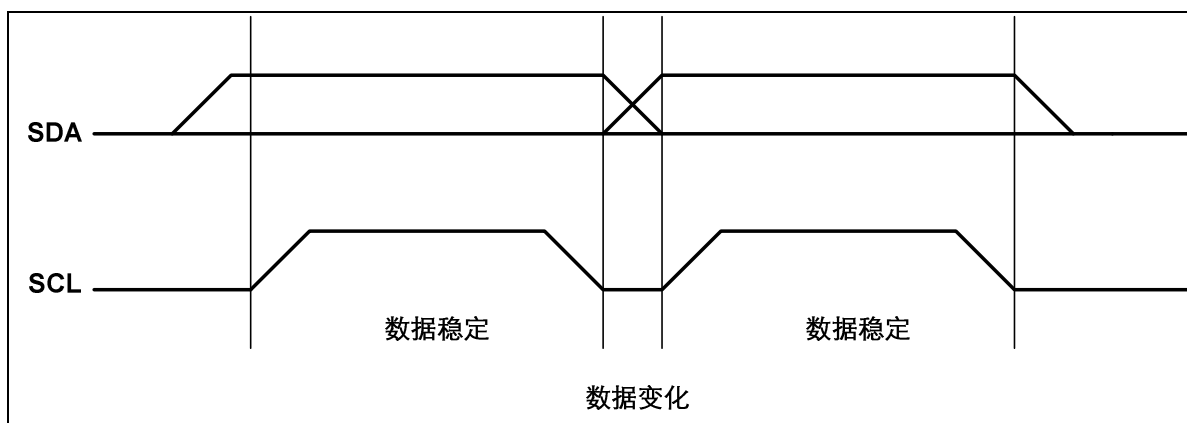

图 4-2 数据有效时序
**时钟有效时序:** SDA 引脚通常被外围器件拉高。SDA 引脚的数据应在 SCL 为低时变化(参见图 4-2); 当数据在 SCL 为高时变化, 将视为下文所述的一个起始或停止命令。